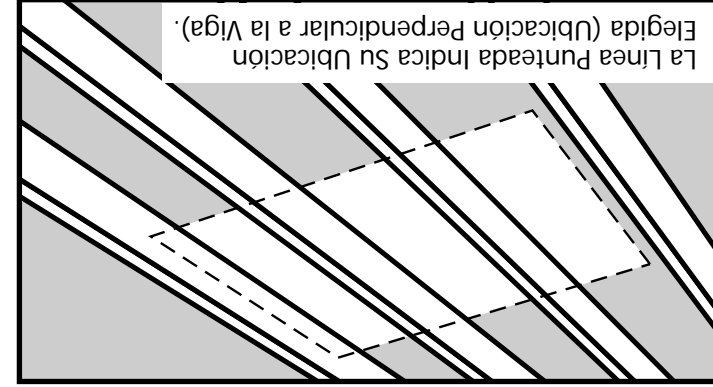

Figura 9
(B) Si la ubicación elegida es perpendicular a las vigas, marque el ancho de la abertura preliminar sobre la parte superior de las vigas según se muestra en la Figura 9. No corte la viga en esta marca.